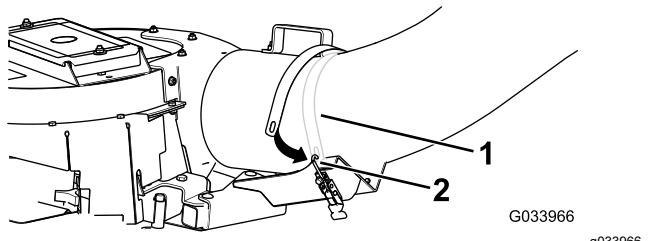

图 10
7. 将闩锁支架箍带放在管子上并用闩锁钩将管子固定到吹风机上图 10。